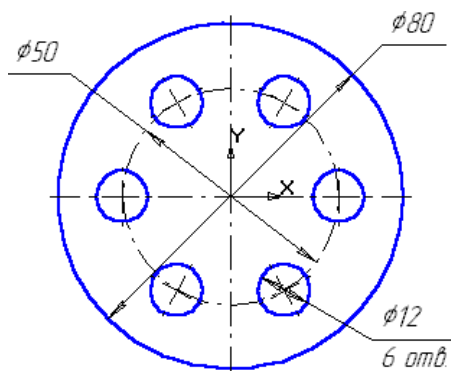

Рис. 7
**Задание 5.** Выполните чертеж, изображенный на рис. 7.